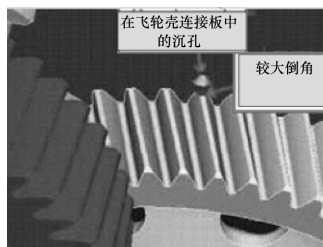

图 5-32 用于定位凸轮轴的沉孔
2) 盘转凸轮轴, 将凸轮轴上的正时销孔与飞轮壳连接板中的沉孔对正 (图 5-32), 然后插入正时销、将凸轮轴定位。